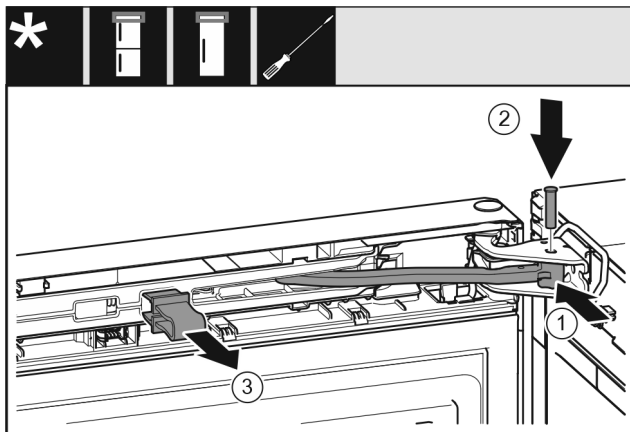

Fig. 21
- ▶ Kľbo otočte v ložiskovej konzole. Fig. 21 (1)
- ▶ Do ložiskovej konzoly a kľbu vložte čap. Pritom dbajte na to, aby sa zaistovací doraz nachádzal správne v drážke. Fig. 21 (2)
- ▶ Vyberte poistku. Fig. 21 (3)